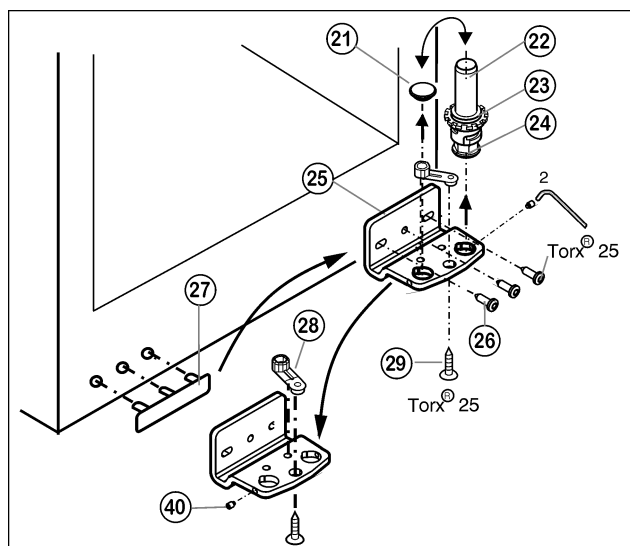

Fig. 6
- ▶ Отвинтите установочный винт Fig. 6 (40) приблизительно на один оборот прилагаемым торцевым ключом.
- ▶ Извлеките опорный винт Fig. 6 (22) в комплекте с шайбой Fig. 6 (23) и регулируемой опорой Fig. 6 (24), вывинчивая его вверх.
- ▶ Снимите пробку Fig. 6 (21).
- ▶ Открутите Fig. 6 (26) опорный кронштейн Fig. 6 (25).
- ▶ Полностью выкрутите установочный винт *Fig. 6 (40)* и вкрутите на противоположной стороне на нижнем опорном кронштейне, чтобы он был заподлицо с этим кронштейном.
- ▶ Открутите *Fig. 6 (29)* опорную деталь *Fig. 6 (28)* и, переставив в отверстие на противоположной стороне опорного кронштейна, снова прикрутите.
- ▶ Переставьте пробку *Fig. 6 (21)* в свободное отверстие.
- ▶ Осторожно снимите и переставьте на противоположную сторону крышку со стороны ручки *Fig. 6 (27)*.
- ▶ Снова прикрутите опорный кронштейн *Fig. 6 (25)* на новой стороне шарнира (**с моментом 4 Нм**). При необходимости используйте аккумуляторный шуруповерт.
- ▶ Вновь установите опорный винт *Fig. 6 (22)* в комплекте с шайбой и регулируемой опорой.
- ▶ Затяните установочный винт *Fig. 6 (40)*.
- ▶ Установите дверцу сверху на нижний опорный палец *Fig. 6 (22)*.
- ▶ При необходимости выровняйте дверцу через два продольных паза в нижнем опорном кронштейне *Fig. 6 (25)* параллельно корпусу устройства. Для этого выкрутите средний винт.